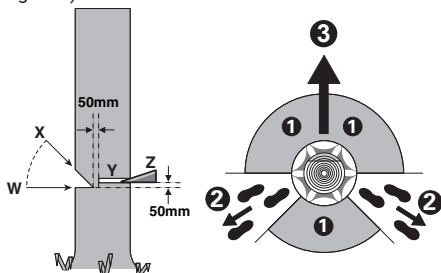

Figura 1
Faceți tăietura de doborâre (Y) cu cel puțin 50 mm mai sus decât tăietura orizontală de creștere prezentată în figura 1. Nu executați o tăietură de doborâre completă, ci doar atât de adâncă încât să mai rămână o legătură (adaos pentru doborâre), care să acționeze ca o balama. Astfel veți împiedica răsucirea copacului și căderea acestuia în direcție greșită. Nu tăiați complet marginea rămasă.
Când copacul începe să cadă scoateți ferăstrăul din tăietură, opriți-l, puneți-l jos și părașiți zona periculoasă folosind calea de retragere stabilită (2). Fiți atenți la crengile care cad și evitați să vă împiedicați. (Vezi Figura 1)